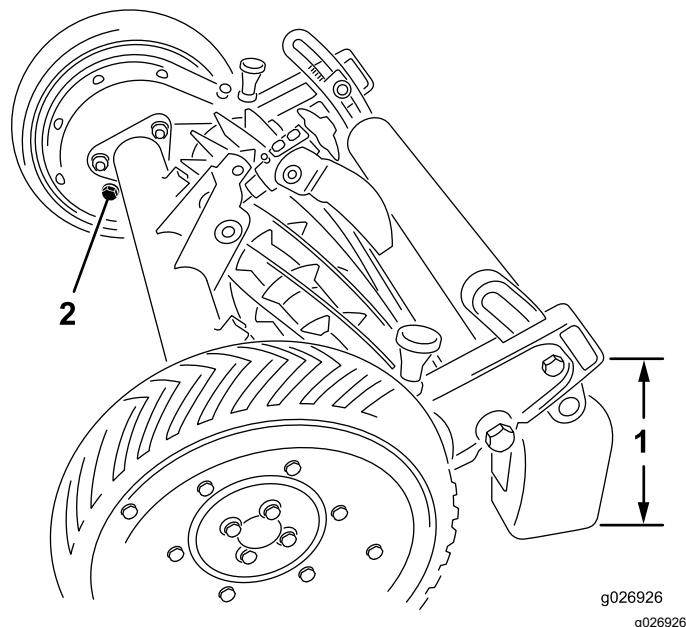

Figura 12
2. Eleve la parte trasera de la unidad de corte y apóyela sobre bloques hasta que quede una distancia de 26 cm (10¼") aproximadamente entre la parte inferior de la caja de engranajes que sobresale por detrás del soporte del rodillo y la superficie nivelada (Figura 12).
3. Retire el tapón de llenado del interior de cada caja de engranajes (Figura 12). Compruebe el nivel de aceite de la caja de engranajes; debe llegar al borde inferior del orificio de llenado. Si el nivel de aceite llega al borde inferior del orificio, instale el tapón de llenado.